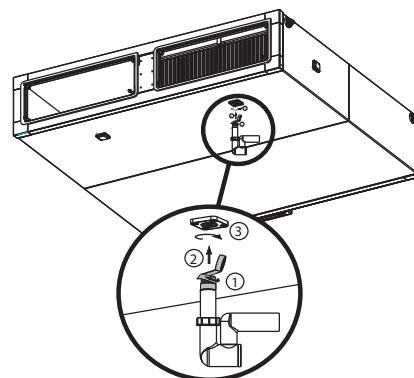

Рис. 21 Переливные сифоны
**В секции перекрестноточного теплообменника установок VS10-15 сифон требуется вкручивать в не забитое дренажное отверстие, используя тефлоновую ленту (фторопластовый уплотнитель) для исключения протекания места соединения при любом положении сифона (Рис. 21с).**
В стандартном варианте в комплект к агрегатам входят шаровые сифоны, используемые в секциях агрегата, где имеется разрежение. Шаровой сифон не может быть установлен в части агрегата под давлением (за вентилятором). Не нужно устанавливать отводные сифоны в секциях, где образуется повышенное давление. В целях избежания выдува воздуха можно установить сифоны в коммуникации, отводящей конденсат, в соответствии с рис. 21 и таблицей 7. Отводные сифоны или составные части сифонов для секций, в которых избыточное давление, не входят в комплект поставки.